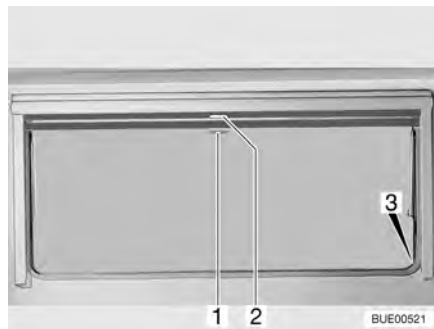

Fig. 73 Fenêtre projetante
- Tirer le store occultant vers le bas en le maintenant par la poignée (Fig. 73,2). Lorsque le store occultant est complètement fermé, l'accrocher des deux côtés du cadre de la fenêtre dans le dispositif de blocage (Fig. 73,3).
- Lorsque le store occultant est complètement fermé : Appuyer sur la poignée (Fig. 73,2) vers le bas tout en la tirant légèrement vers l'intérieur. Décrocher à droite et à gauche le store occultant du dispositif de blocage du cadre de la fenêtre.
- Si le store occultant se trouve dans une position intermédiaire : Tirer la poignée (Fig. 73,2) vers le bas jusqu'à ce que le dispositif de blocage se débloque.
- Tirer la moustiquaire par la poignée (Fig. 73,1) vers le bas et l'accrocher des deux côtés sur le cadre de la fenêtre dans le dispositif de blocage (Fig. 73,3).
- Appuyer sur la poignée (Fig. 73,1) vers le bas tout en la tirant légèrement vers l'intérieur. Décrocher à droite et à gauche la moustiquaire des dispositifs de blocage du cadre de la fenêtre.